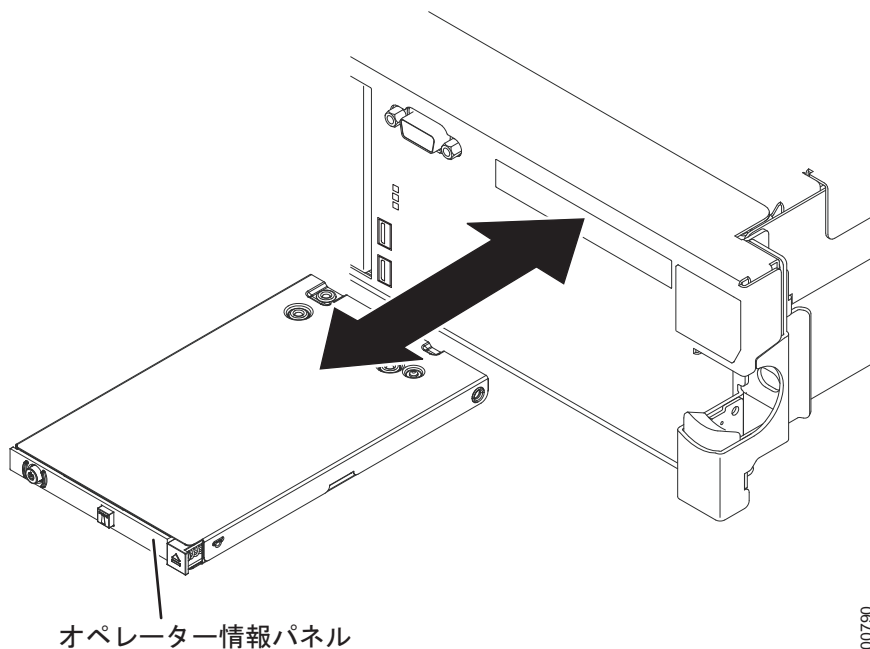

図 254. 2145-DH8 オペレーター情報パネル・アセンブリーの取り外し
4. 332 ページの図 254 に示すように、ノードの前面から、オペレーター情報パネル・アセンブリーをスライドさせてノードから引き出します。